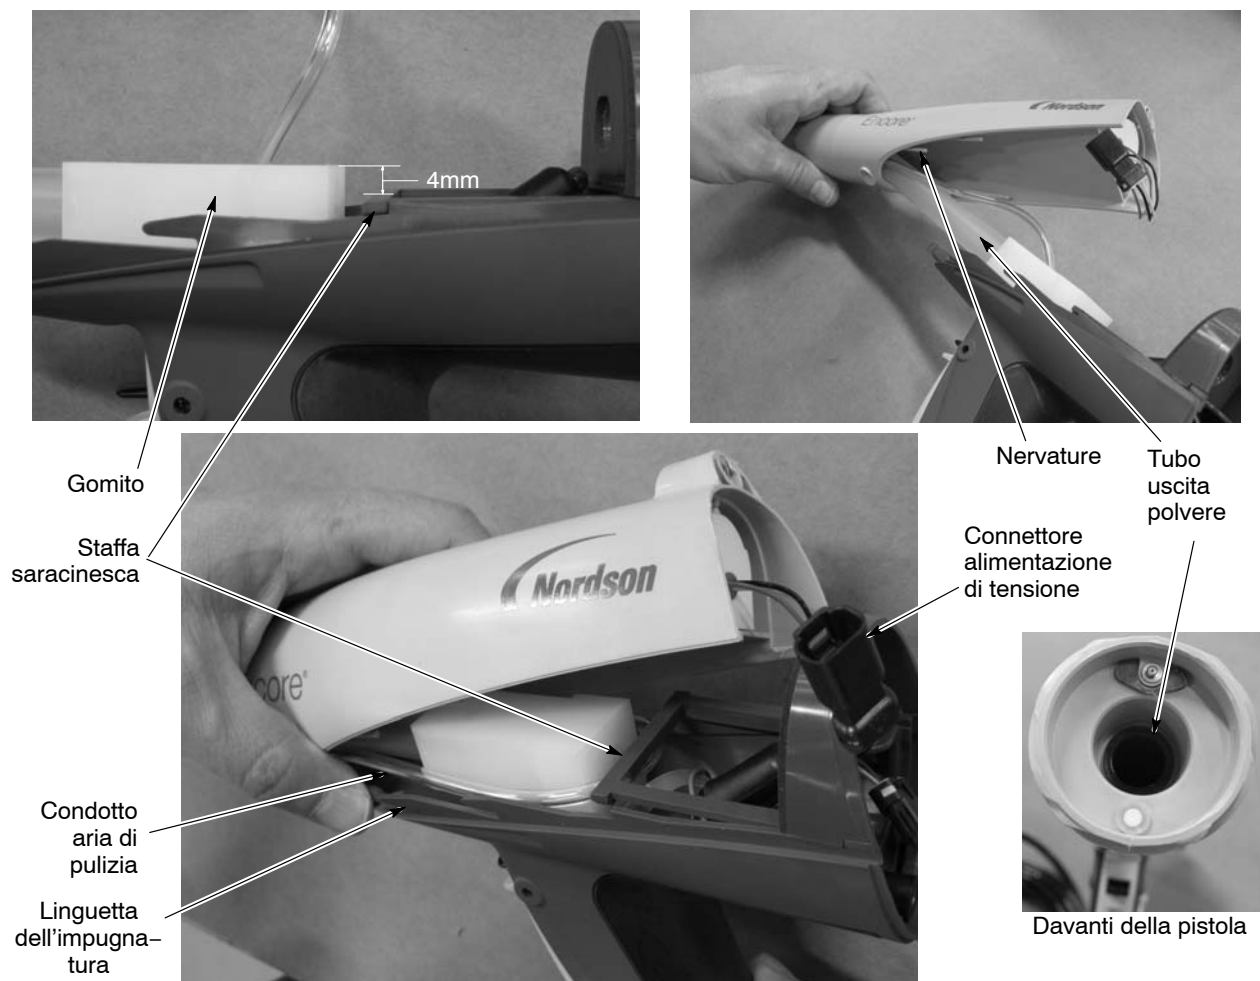

Figura 6-5 Montare il corpo della pistola sull'impugnatura
2. Vedi figura 6-5. Inserire l'estremità del tubo d'uscita nel corpo della pistola, far passare il connettore dell'alimentatore di tensione attraverso il foro superiore nella saracinesca e avvolgere il tubo di pulizia dell'aria attorno al gomito come illustrato.